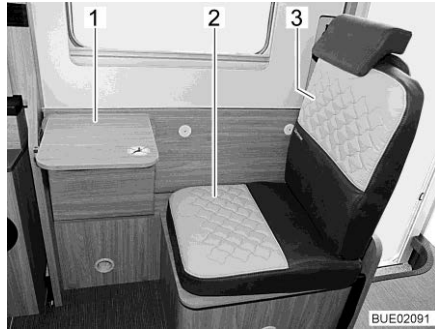
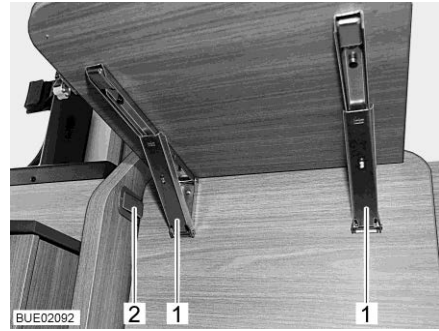

Fig. 28 Asiento adicional con mesa plegable
Fig. 29 Pestañas en la mesa plegable
- Instalar el cojín del asiento incluido (Fig. 28,2) y el cojín del respaldo (Fig. 28,3).
- Girar la parte delantera del banco longitudinal hacia arriba hasta que encaje en la pestaña de plástico (Fig. 29,2).
- Plegar el tablero de la mesa hacia abajo: Desbloquear ambas pestañas (Fig. 29,1) y girar el tablero de la mesa (Fig. 28,1) hacia abajo.